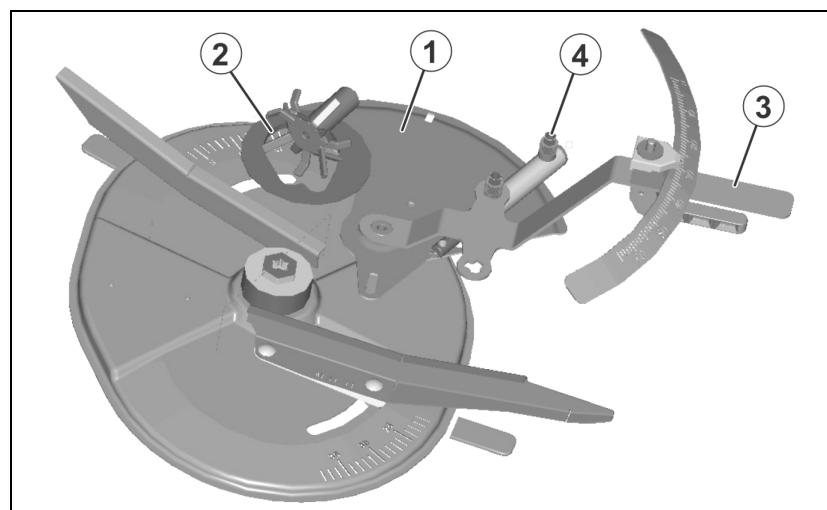

Fig. 16
- **elektronisk** med betjeningsterminalen. Ved hjelp av servomotorene som betjener doseringsskyverne (Fig. 16/1) blir det stilt inn ulike åpningsbredder på gjennomløpsåpningene (Fig. 16/2).
- **manuelt** via stillespakene (Fig. 16/6) gjennom innstilling av ulike åpningsbredder for gjennomløpsåpningene (Fig. 16 /3). Påkrevde spjeldstillinger i den forbindelse bestemmes enten ved hjelp av opplysningene i **spredetabellen** eller med regnestav.
Lukkespjeldene brukes til å åpne og lukke gjennomløpsåpningene betjenes hydraulisk (Fig. 16/4).